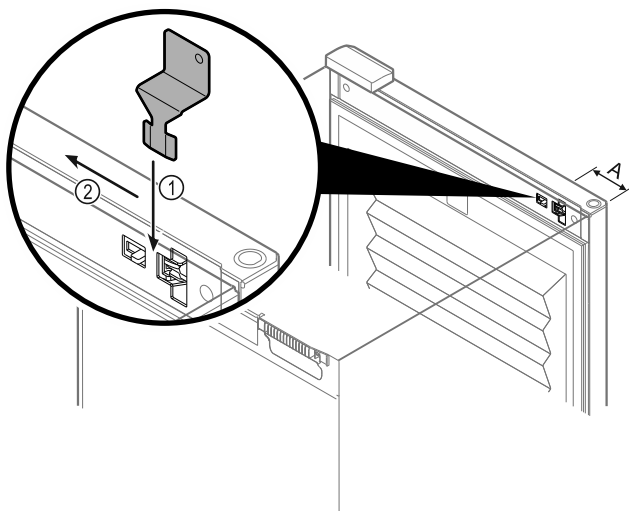

Fig. 101
- Поставете ключа за аварийно отключване на предвиденото място Fig. 101 (A) $\approx$ 100 mm.
- Вкарайте ключа за аварийно отключване Fig. 101 (1) между вратата и корпуса на уреда отгоре до упор.
- Изтеглете ключа за аварийно отключване по посока на пантите. Fig. 101 (2)